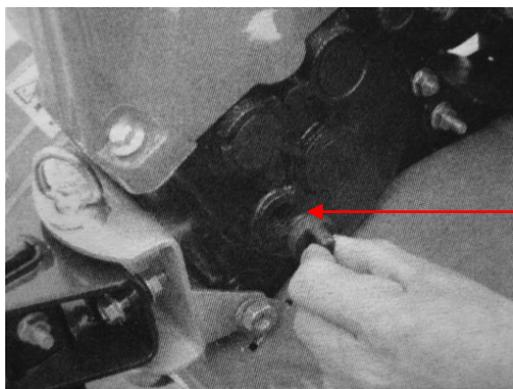

Figure 4
- Расположите мотокультиватор на горизонтальной поверхности и отвинтите щуп для измерения уровня масла (см. Рис.4)